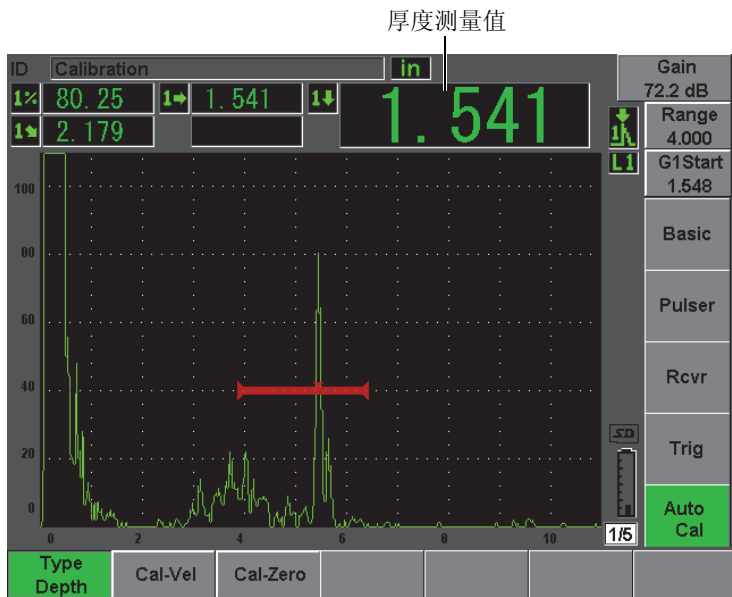

图 10-26 闸门内零位校准信号示例
4. 使用 **[GATES]**（闸门）键，定位闸门 1，使来自第一个横通孔的回波超出闸门阈值。这个回波应接近 0.5 in.（12.5 mm）（参见第 188 页的图 10-26）。